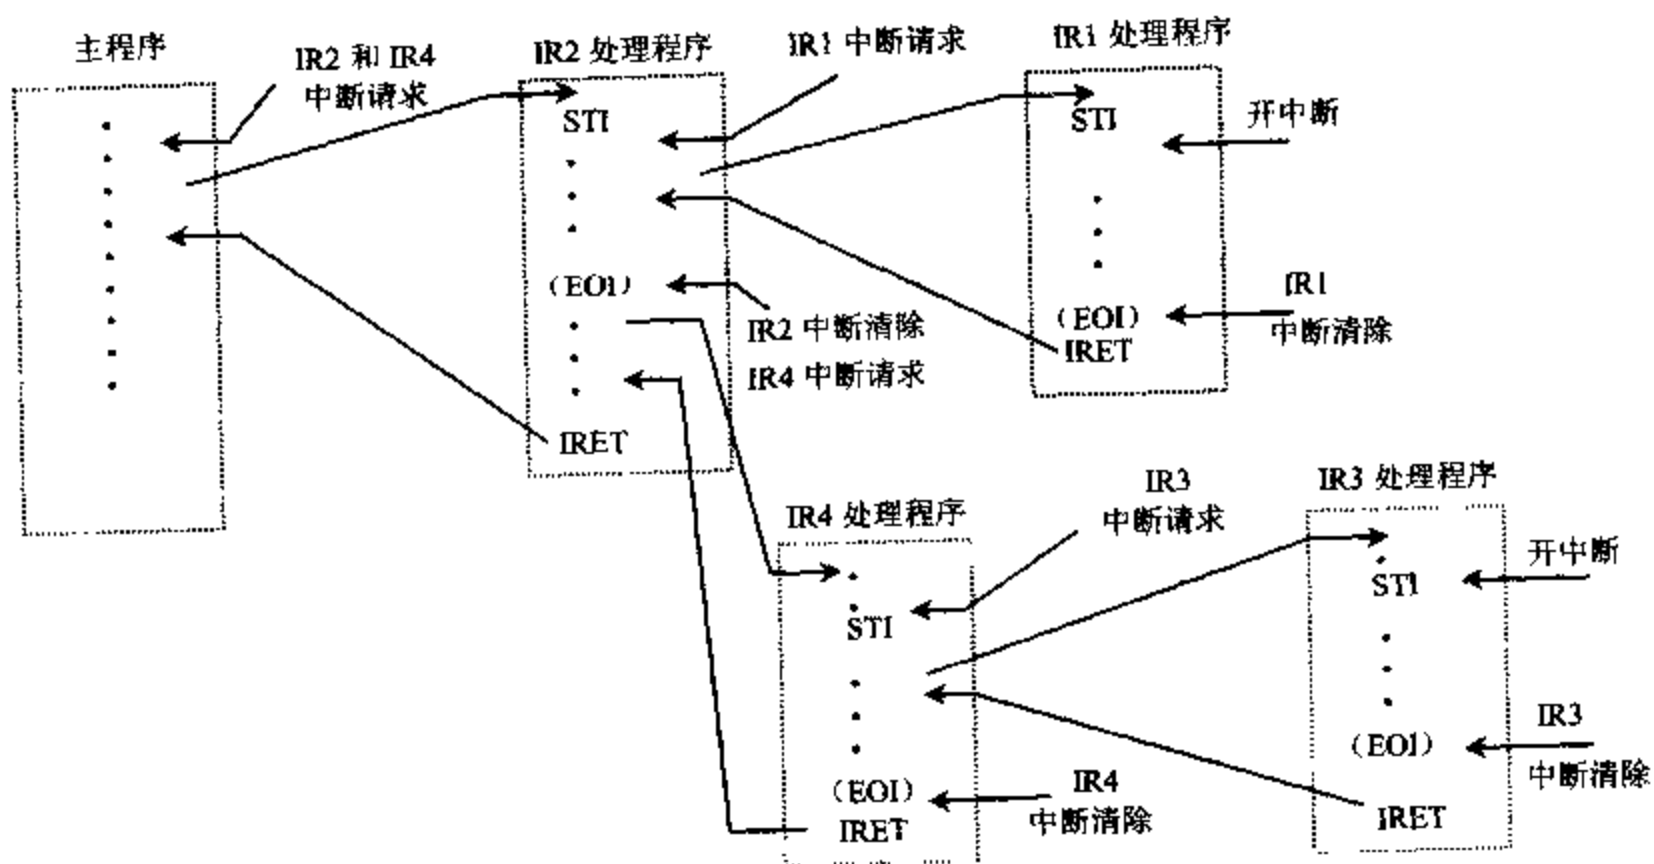

图 7-10 中断嵌套序列
IBM PC 机没有规定中断嵌套的深度, 但使用中受到堆栈容量的限制, 必须要有足够的堆栈单元来保存多重中断的断点及寄存器。8259A 在完全嵌套优先级工作方式下, 中断优先次序为 $IR_0, IR_1 \dots IR_7$, 图 7-10 图示说明了中断嵌套序列的例子。
从图 7-10 可以看到:
4. 一个正在执行的中断处理程序, 中断服务寄存器相应位置“1”, 在开中断 ($IF=1$) 的情况下, 能够被优先级高于它的中断源中断。但如果中断处理中提前发出了 EOI 命令, 则清除了正在执行的中断服务, 中断服务寄存器置“1”位被清 0, 允许响应同级或低级的中断申请。从图 7-10 中可以看到在 IR_2 处理程序中, 由于发出了 EOI 命令, 清除了 IR_2 的中断申请。所以较低优先级的 IR_3 请求到达后, 转去处理 IR_4 中断请求。但这种情况要尽量避免, 防止重复嵌套, 使优先级高的中断不能及时服务, 因此一般 EOI 结束命令放在中断返回指令 IRET 前面。